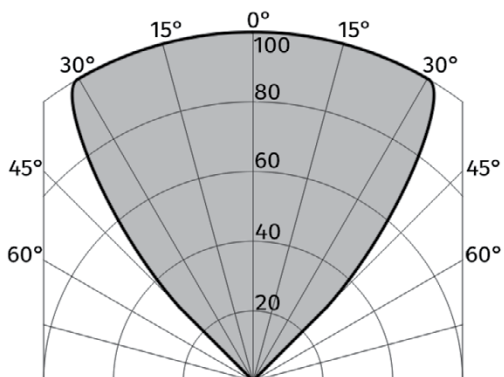
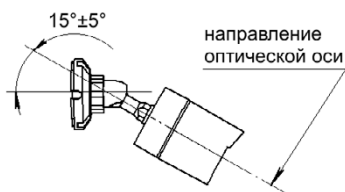

Рисунок 76. Диаграмма чувствительности извещателя с козырьком в штатном положении (в процентах от максимального значения)
Рисунок 77. Положение извещателя при монтаже относительно горизонта
- расположение и нацеливание извещателя должно быть произведено с учётом чувствительности и угла обзора извещателя Рисунок 76 на наиболее вероятный источник возгорания, помимо этого для предотвращения скопления влаги на извещателе его ориентация относительно горизонта должна быть не менее 10 градусов по направлению к земле Рисунок 77;